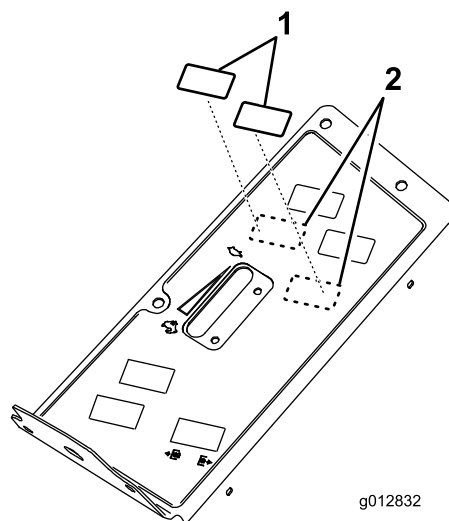

図 28
7. コントロールパネルから打ち抜きプラグ2ヶ所を打ち抜いて外す 図 28。